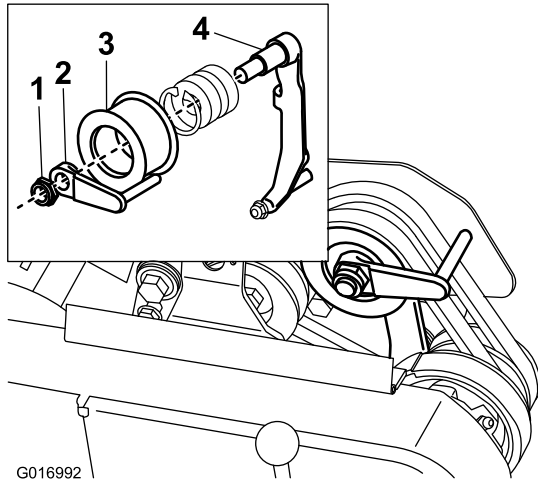

Bild 40
- Wenn Sie das Schieben oder Ziehen der Maschine ohne Starten des Motors vereinfachen möchten, stellen Sie den Riemenführungseinsatz ein (Bild 40). Gehen Sie folgendermaßen vor: